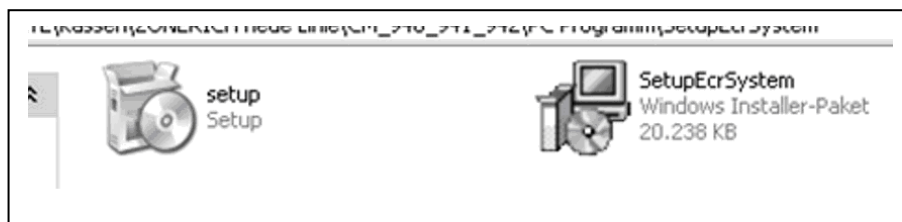

Fig. 1
3. Åbn filmappen **Setup ECR-System** (se fig. 1).